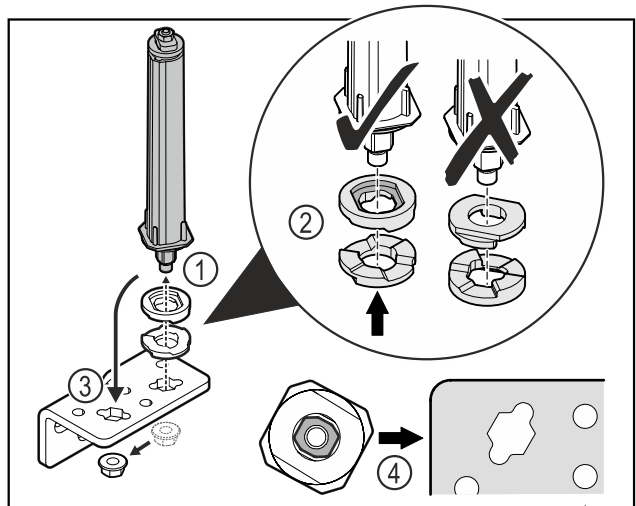

Fig. 51
- ▶ Λύστε το παξιμάδι και αφαιρέστε το σύστημα κλεισίματος πόρτας Fig. 51 (1).
- ▶ Βεβαιωθείτε για τη σωστή ευθυγράμμιση των ροδελών ρύθμισης ύψους Fig. 51 (2).
- ▶ Μεταφέρετε το σύστημα κλεισίματος πόρτας στη γωνία μεντεσέ και στερεώστε με το παξιμάδι Fig. 51 (3).
- ▶ Κατά την τοποθέτηση βεβαιωθείτε για τη σωστή ευθυγράμμιση του συστήματος κλεισίματος πόρτας Fig. 51 (4).